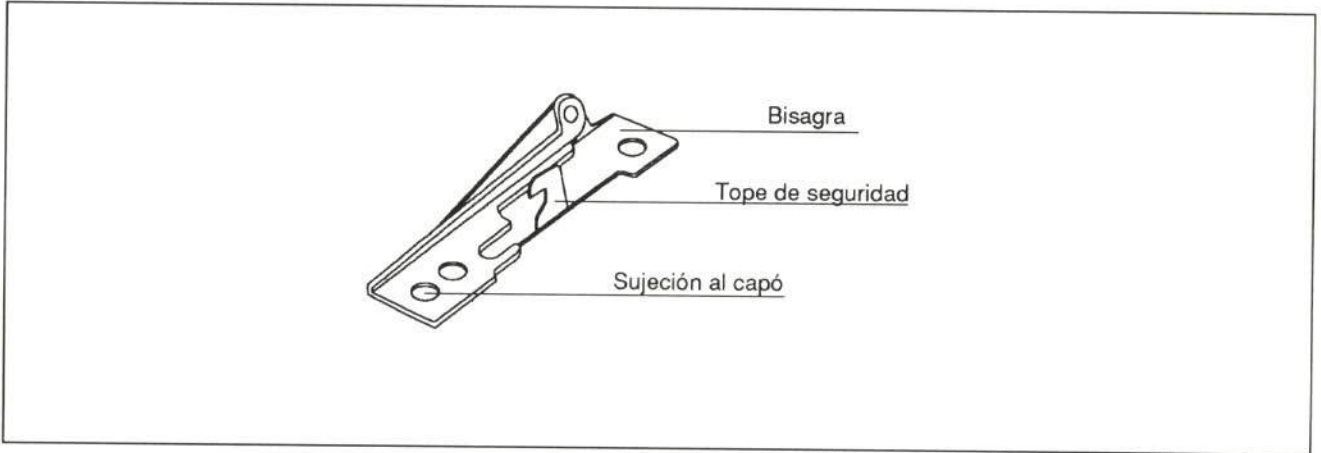

Fig. 4.- Bisagras del capó delantero
2.1.- Capó delantero: Es de acero ALE (fig 2) y sus bisagras llevan un sistema para bloquear el retroceso de esta pieza, en caso de golpe (fig 4).